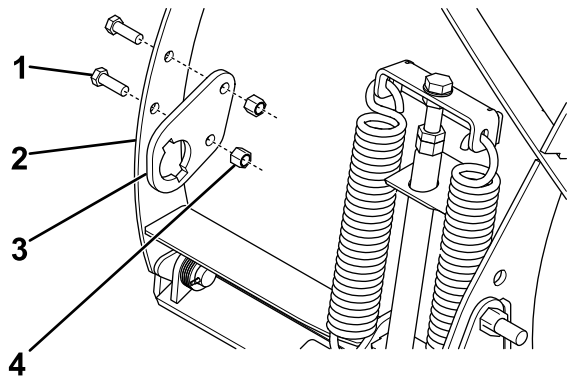

Figure 5
9. Fixez légèrement un support sur la nervure extérieure de la lame chasse-neige à l'aide de 2 boulons (1/2 x 1 1/2 po) et contre-écrous (Figure 5).